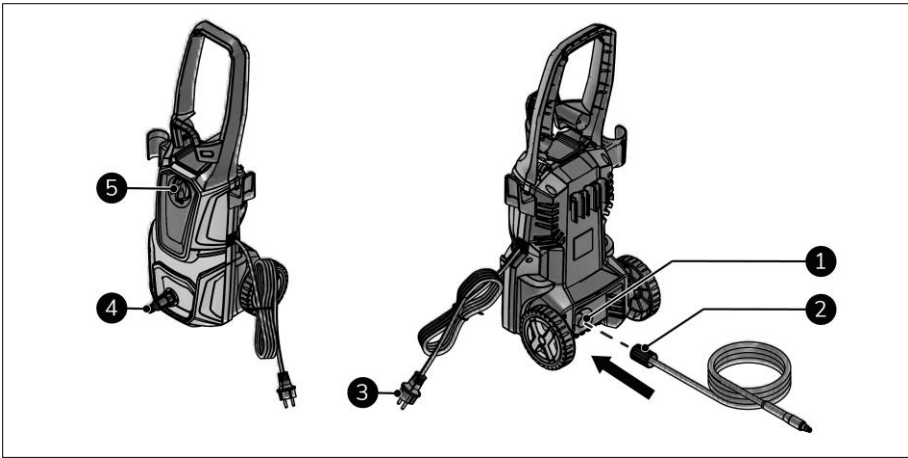

Abbildung 9
2. Stellen Sie sicher, dass sich der Schalter EIN(I)/AUS(0) in der Position AUS(0) befindet (Abbildung 9, Pos. 5).
3. Stecken Sie den Netzstecker (Abbildung 9, Pos. 3) in eine leicht zugängliche Steckdose.
4. Nur für den Erstgebrauch: Entfernen Sie die Schutzkappe vom Hochdruckwasserausgang (Abbildung 9, Pos. 1).
5. Schrauben Sie den Hochdruckschlauch (Abbildung 9, Pos. 2) an den Hochdruckwasserausgang.
6. Schließen Sie die Wasserversorgung an das Gerät an (Abbildung 9, Pos. 2).